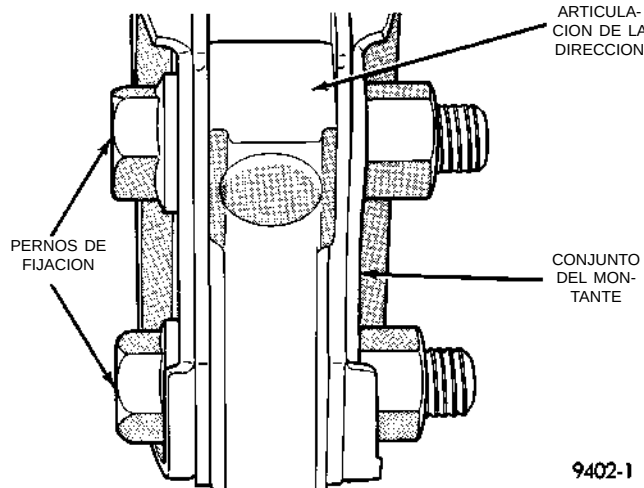

Fig. 25 Desmontaje de los pernos de fijación de la articulación de la dirección al montante
(14) Retire los 2 pernos de instalación de la articulación de la dirección en el soporte de la horquilla del amortiguador del montante (Fig. 25).
(2) Instale nuevamente la articulación de la dirección en el soporte de la horquilla del conjunto del amortiguador del montante (Fig. 25). Instale los pernos de fijación del amortiguador del montante en la articulación de la dirección. **Nota: Los pernos de fijación de la articulación de la dirección en el conjunto del montante son estriados y no deben girar durante la instalación.** Apriete las tuercas de fijación con una torsión de 54 N·m (40 lbs. pie) más 1/4 de vuelta una vez obtenida la torsión indicada en las especificaciones.
(3) Deslice nuevamente el eje de transmisión hacia dentro del conjunto de maza y cojinete delantero. Instale después la articulación de la dirección en el